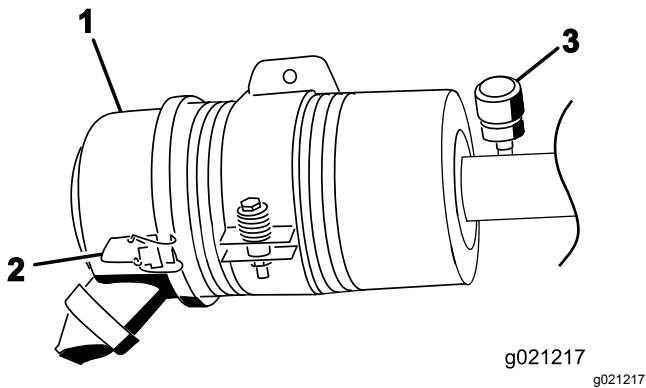

Figure 83
Faites l'entretien du filtre à air uniquement quand l'indicateur de colmatage indique que cela est nécessaire (Figure 83). Ne remplacez pas le filtre à air plus fréquemment que nécessaire ; cela ne fait qu'accroître le risque de contamination du moteur par des impuretés quand le filtre est déposé.
3. Desserrez les attaches qui fixent le couvercle sur le boîtier du filtre à air (Figure 83).